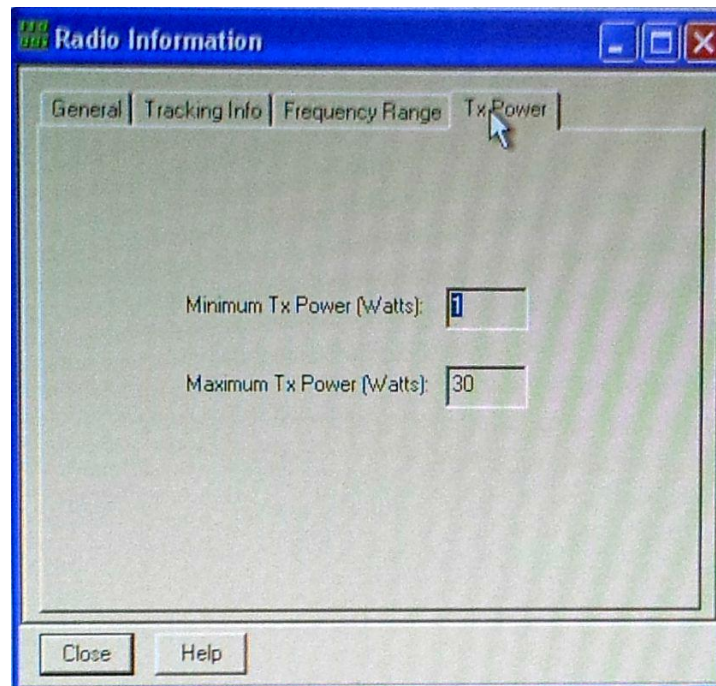

Figura 3.17 Ajustando la potencia a transmitir.
15. configurando la potencia en este caso como son pruebas se colocar una potencia baja ver Figura 3.17 .